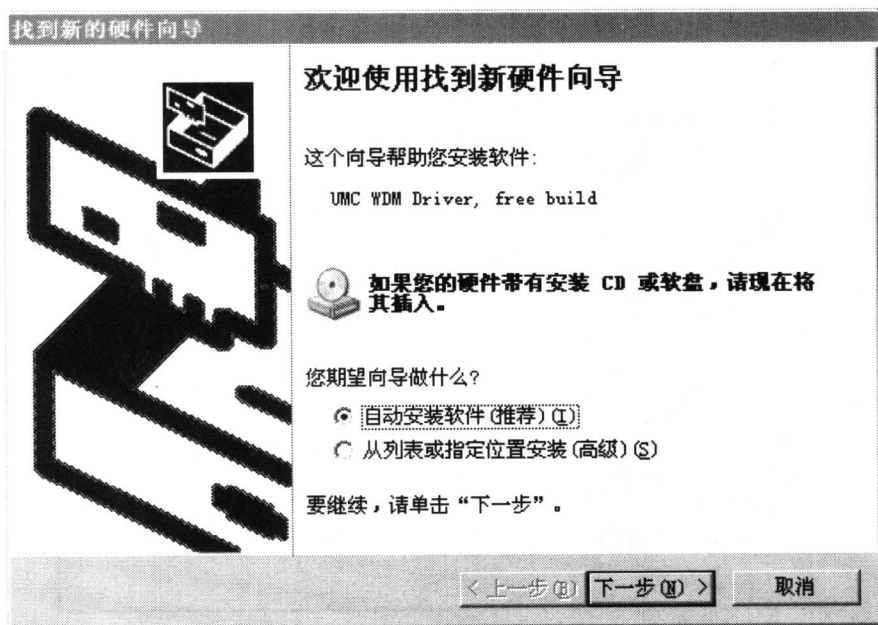

图 1-6 选择“自动安装软件”
(4) 安装了硬件狗的驱动程序以后，将硬件狗插在计算机的 USB 接口上，接着计算机显示发现新硬件：“UMC WDM Driver, free build”，系统自动运行“找到新硬件向导”，点选“自动安装软件”单选钮，如图 1-6 所示。